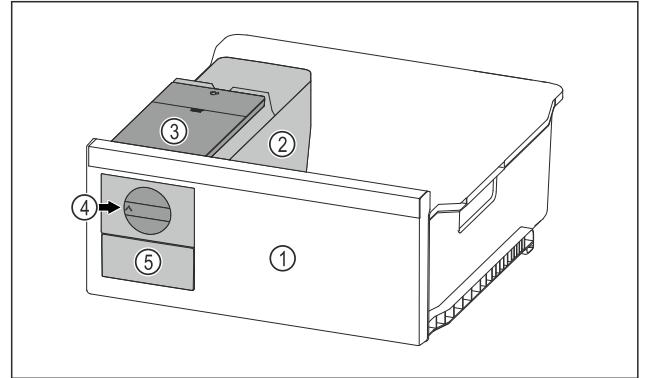

Fig. 97 例图
- ▶ 将旋钮 Fig. 97 (4) 顺时针转动到底。
- ▶ 冰块从方块冰盘落入冰块抽屉 Fig. 97 (5) 中。